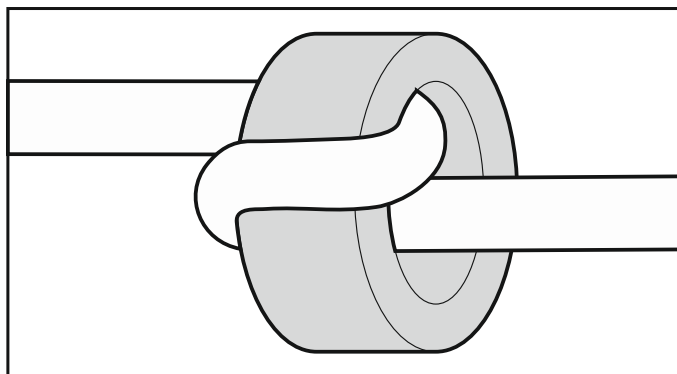

Рис. 3. Способ обмотки кабеля на ферритное кольцо.
5. Намотайте кабель на ферритовое кольцо (см.: рис. 3). Максимальное количество мотков для кабеля – 3.